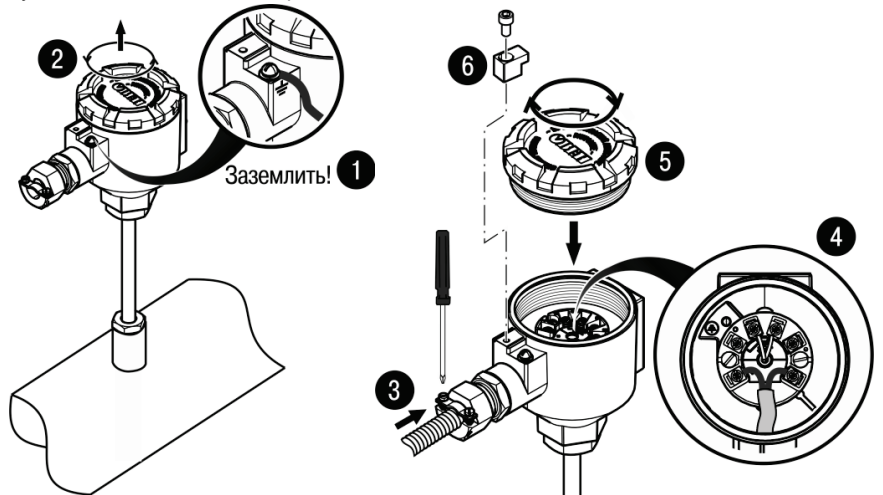

Рисунок 2 – Монтаж внешних электрических цепей
- выполнить монтаж внешних связей (см. рисунок 2):